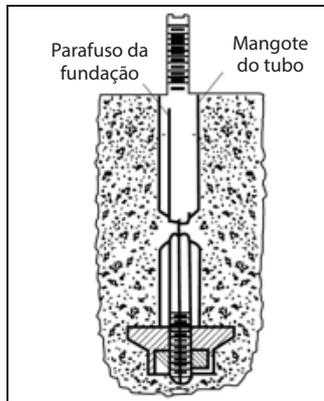

Figura 4.2 Parafuso de ancoragem (fundação)
**Opção A:** Solde uma argola no cabeçote do parafuso de ancoragem para impedir que o parafuso gire (veja a Figura 4.2).